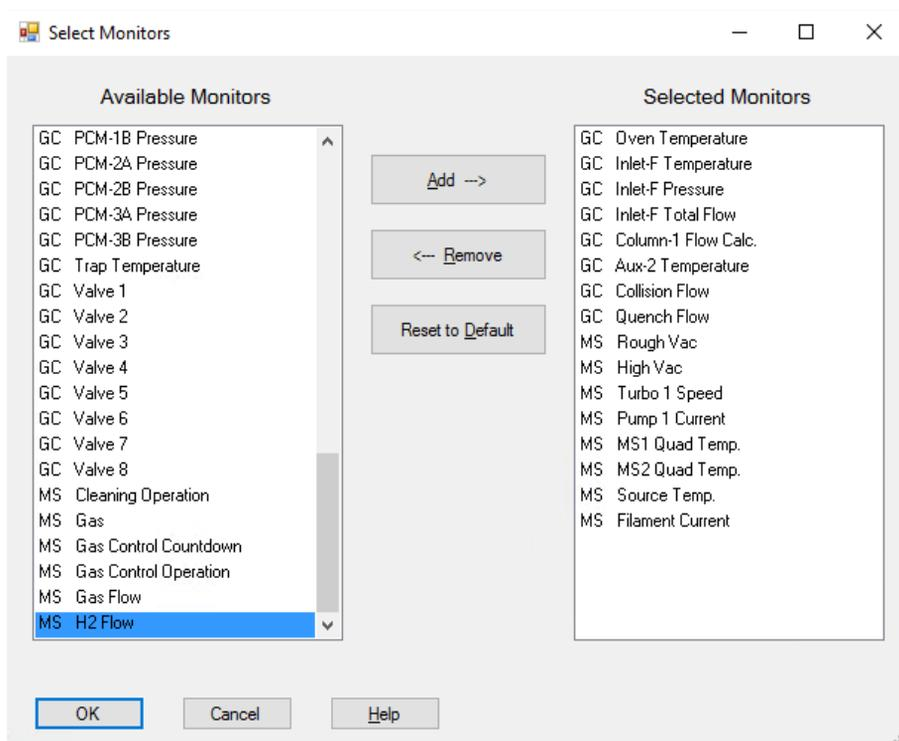

Figura 26. Cuadro de diálogo Select Monitors (Seleccionar monitores)
- 1 Seleccione **Instrument > Edit Monitors** (Instrumento > Editar monitores) para visualizar el cuadro de diálogo **Select Monitors** (Seleccionar monitores). (Consulte la Figura 26).